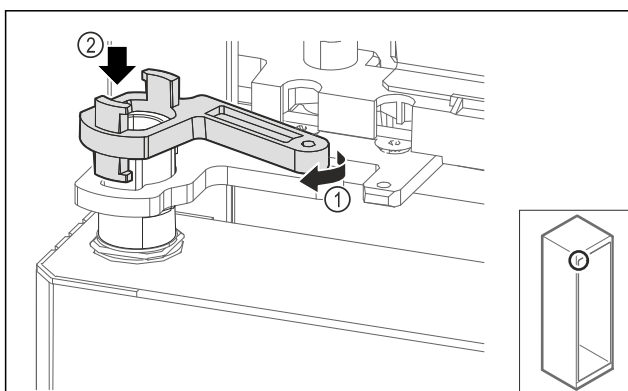

Fig. 70
- Narahlo obrnite zapiralni ležajni podstavek Fig. 70 (1) in ga namestite na tulec Fig. 70 (2).